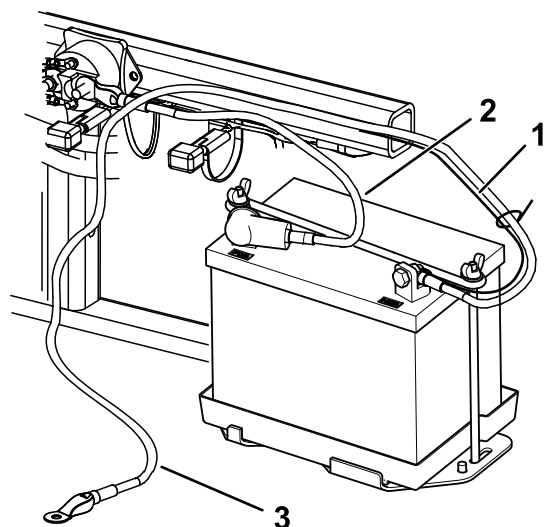

Figura 6
- Conecte el cable positivo (rojo) al borne positivo (+) con un perno ( $\frac{1}{4}$ " x  $\frac{5}{8}$ " ) y una contratuerca (Figura 6)
3. Conecte el cable negro pequeño y el cable negativo (negro) al borne negativo (-) de la batería con un perno ( $\frac{1}{4}$ " x  $\frac{5}{8}$ ") y una contratuerca ( $\frac{1}{4}$ ") (Figura 6).